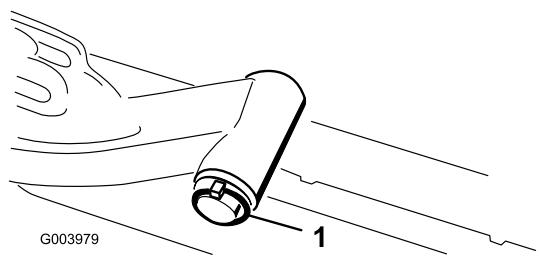

**Bild 17**
12. Befestigen Sie das Gelenkjoch mit dem Einraststift am Trägerrahmen, um die Lenkung an den Schneideeinheiten zu arretieren (Bild 17).